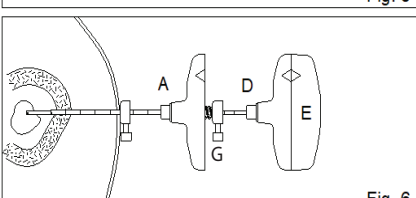

Fig. 6
FIG. 6 Inserte la aguja y el mango para biopsia ensamblados (D+E) a través de la cánula (A). Gire con cuidado la aguja para biopsia (D+E) en sentido horario hasta lograr la profundidad deseada para la biopsia (o hasta que el indicador de profundidad (G) de la aguja para biopsia (D) llegue al extremo del Luer de la cánula (A). Luego gire la aguja y el mango para biopsia (D+E) en sentido antihorario y extraígalos. Retire el mango (E) de la aguja para biopsia (D); inserte el pasador eyector (F) a través de la aguja para biopsia (D) del extremo del Luer y expulse la muestra.